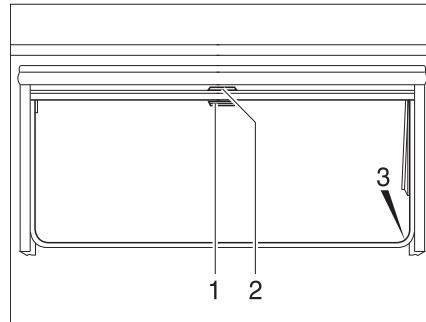

Bild 38 Ausstellfenster
- Verdunklungsrollo am Griff (Bild 38,2) nach unten ziehen. Wenn das Verdunklungsrollo ganz geschlossen wird, das Verdunklungsrollo auf beiden Seiten am Fensterrahmen in die Arretierung (Bild 38,3) einhängen.
- Wenn das Verdunklungsrollo vollständig geschlossen ist: Den Griff (Bild 38,2) nach unten drücken und den Griff dabei leicht nach innen ziehen. Das Verdunklungsrollo aus den Arretierungen links und rechts am Fensterrahmen aushängen.
- Wenn sich das Verdunklungsrollo in Zwischenposition befindet: Den Griff (Bild 38,2) leicht nach unten ziehen, bis sich die Arretierung gelöst hat.
- Insektenschutzrollo am Griff (Bild 38,1) nach unten ziehen und auf beiden Seiten am Fensterrahmen in die Arretierung (Bild 38,3) einhängen.
- Griff (Bild 38,1) nach unten drücken und den Griff dabei leicht nach innen ziehen. Das Insektenschutzrollo aus den Arretierungen links und rechts am Fensterrahmen aushängen.